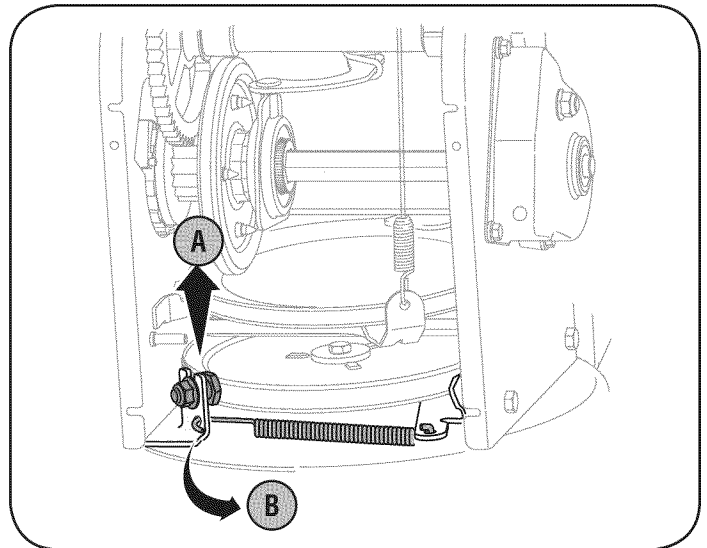

Figura 30
6. A. Afloje y retire el tornillo con reborde que actúa como guarda de la correa. Vea la figura 30.